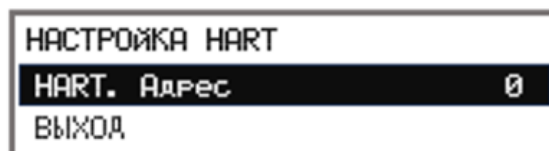

Рисунок 49 - Настройка адреса HART
3) В подменю «Настройка HART» можно поменять адрес HART (см. рисунок 49).